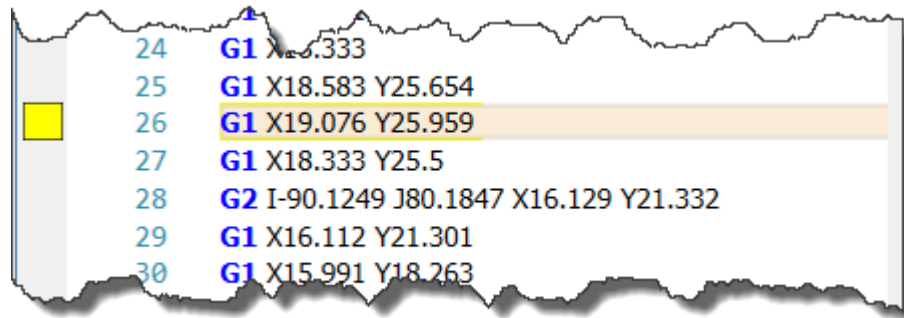

Abbildung 4: Pause wurde an der Zeile 26 gesetzt
4. **Neu ab 7** Im Texteditor Hauptmenü "Bearbeiten -> Pause setzen" kann eine Pause gesetzt werden. Die Pause wird durch gelben Rechteck am Rand dargestellt (siehe Abbildung 4). Im Job- Fenster kann der Fräsvorgang ab Pause weitergeführt werden.